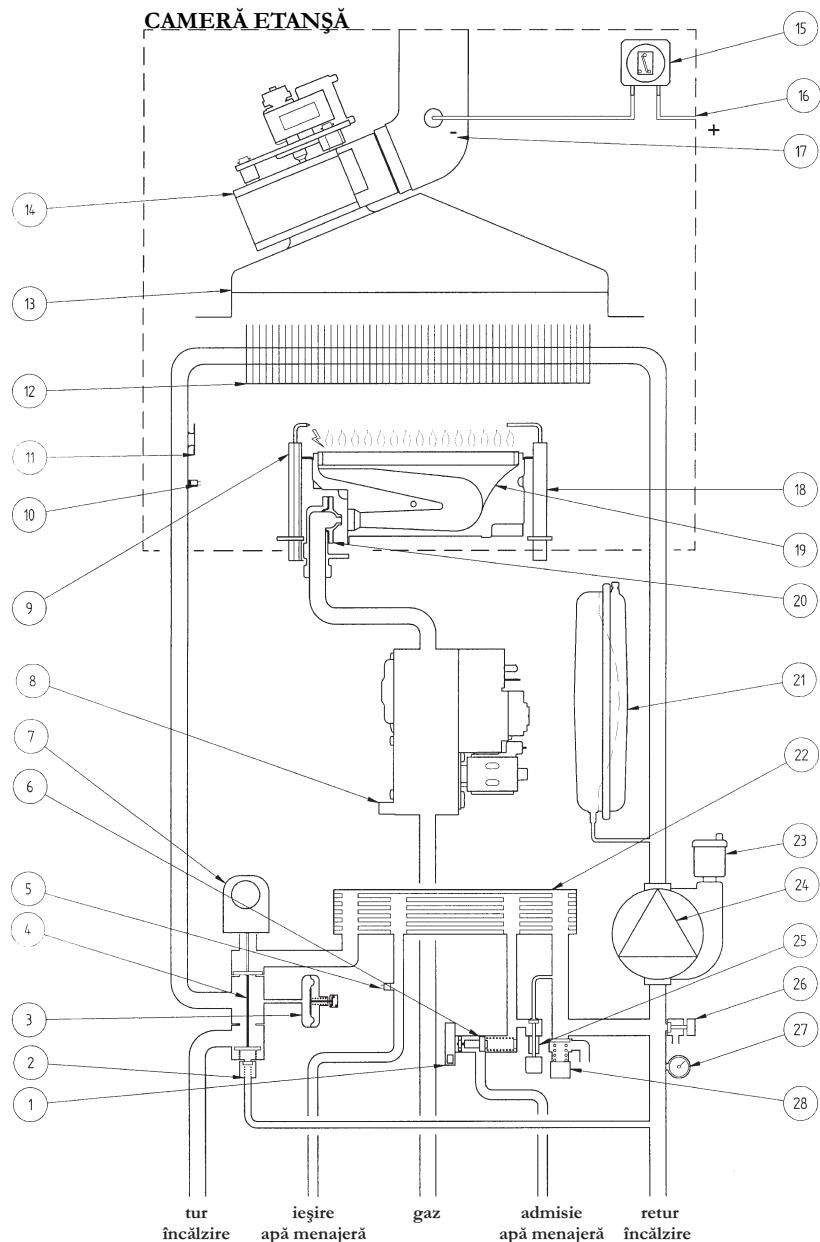

Figura 20
- conexiune venturi - presostat întreruptă (16-17 figura 20)
Electrodul de detectare (18 - figura 20), aflat în partea dreaptă a arzătorului, garantează siguranță în cazul lipsei de gaz sau în caz de aprindere incompletă a arzătorului principal.
Acest dispozitiv (28 - figura 20), calibrat la 3 bari, deservește circuitul de încălzire.